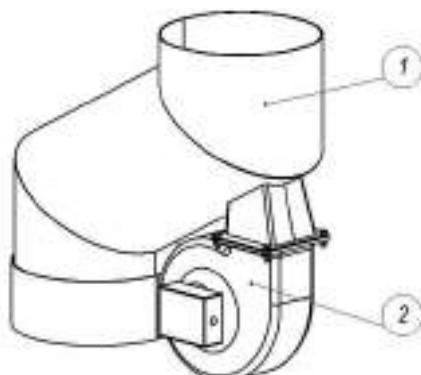

Рис.9
- Дымовой аспиратор (дымосос). (Рис.9).
Является дополнительной опцией, позволяющей увеличить тягу отводимых газов. Устанавливается в соответствии с Рис.9.